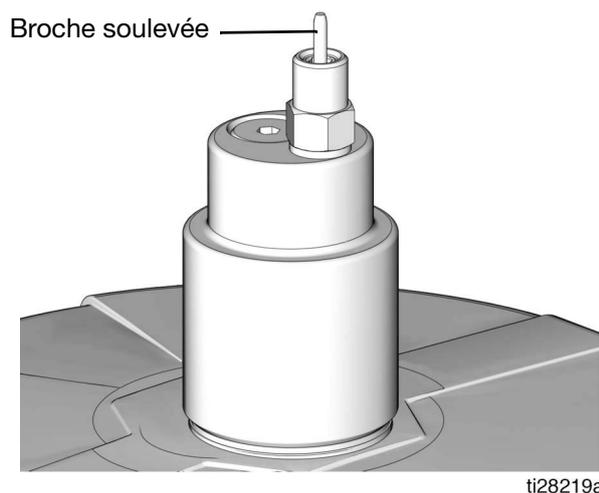

Fig. 23
3. Déposer le couvercle anti-poussière jaune du manchon de raccordement de remplissage (M).
4. Raccorder le flexible d'alimentation (J) entre la pompe déportée de la station de remplissage (F) et le port du manchon de raccordement de remplissage marqué d'un « I ».
5. Démarrer la pompe de la station de remplissage déportée (F).
6. Lorsque le réservoir G5 (D) est rempli :
- la pompe déportée de la station de remplissage (AA) cale (se bloque),
- le mécanisme d'arrêt du remplissage automatique ressort (FIG. 23),
- la valeur indiquée par le manomètre (R) monte jusqu'à la pression de consigne de la pompe de remplissage.
2. Brancher le flexible d'alimentation (J) au débranchement rapide (V).
3. Démarrer la pompe de la station de remplissage déportée (F) et remplir le réservoir de la G5 (D) jusqu'à ce que la broche sur la vanne du mécanisme d'arrêt du remplissage automatique soit poussée vers le haut (voir FIG. 23). La pression augmente dans la pompe de remplissage (F) et celle-ci cale.
4. Couper l'arrivée d'air (H) vers la pompe de remplissage (F).
6. Débrancher le flexible d'alimentation (J) du débranchement rapide (V).